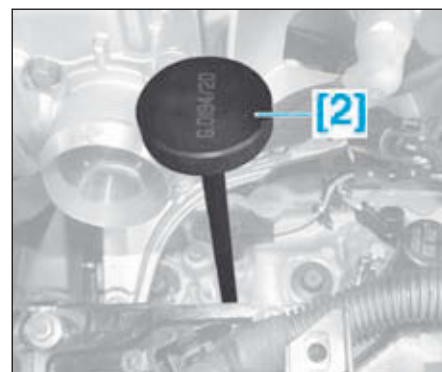
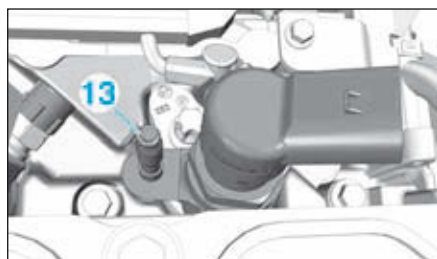

FIG.50
FIG.54
- Mettre en place l'outil [2] (Fig.50).
- Remplacer les rondelles d'étanchéité (12), les vis (7), les brides (8), les grains d'appui (11) et les canalisations haute pression (6).
- Réaliser un prémontage de l'injecteur (9), du fourreau porte-injecteur (10), de la rondelle d'étanchéité (12) et de la bride (8).
- Mettre en place les canalisations haute pression (6) en serrant les raccords (5) à la main.
- Lubrifier le joint (13) avec de l'huile moteur (Fig.54).